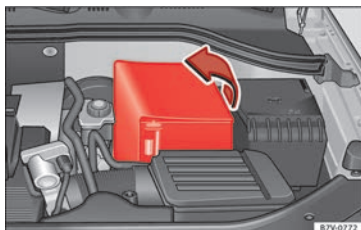

Fig. 249 En el vano motor: despliegue la cubierta de la batería del vehículo.
- *En el caso de una cubierta:* retire la cubierta desplegándola hacia un lado » **fig. 249**.